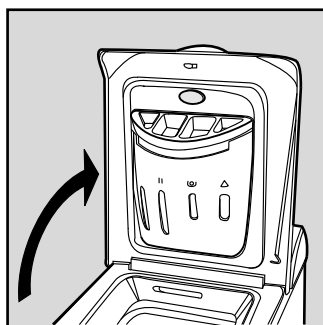

Fig. 1
A) OUVREZ. (Fig. 1). Soulevez le **Couvercle externe** et ouvrez-le complètement